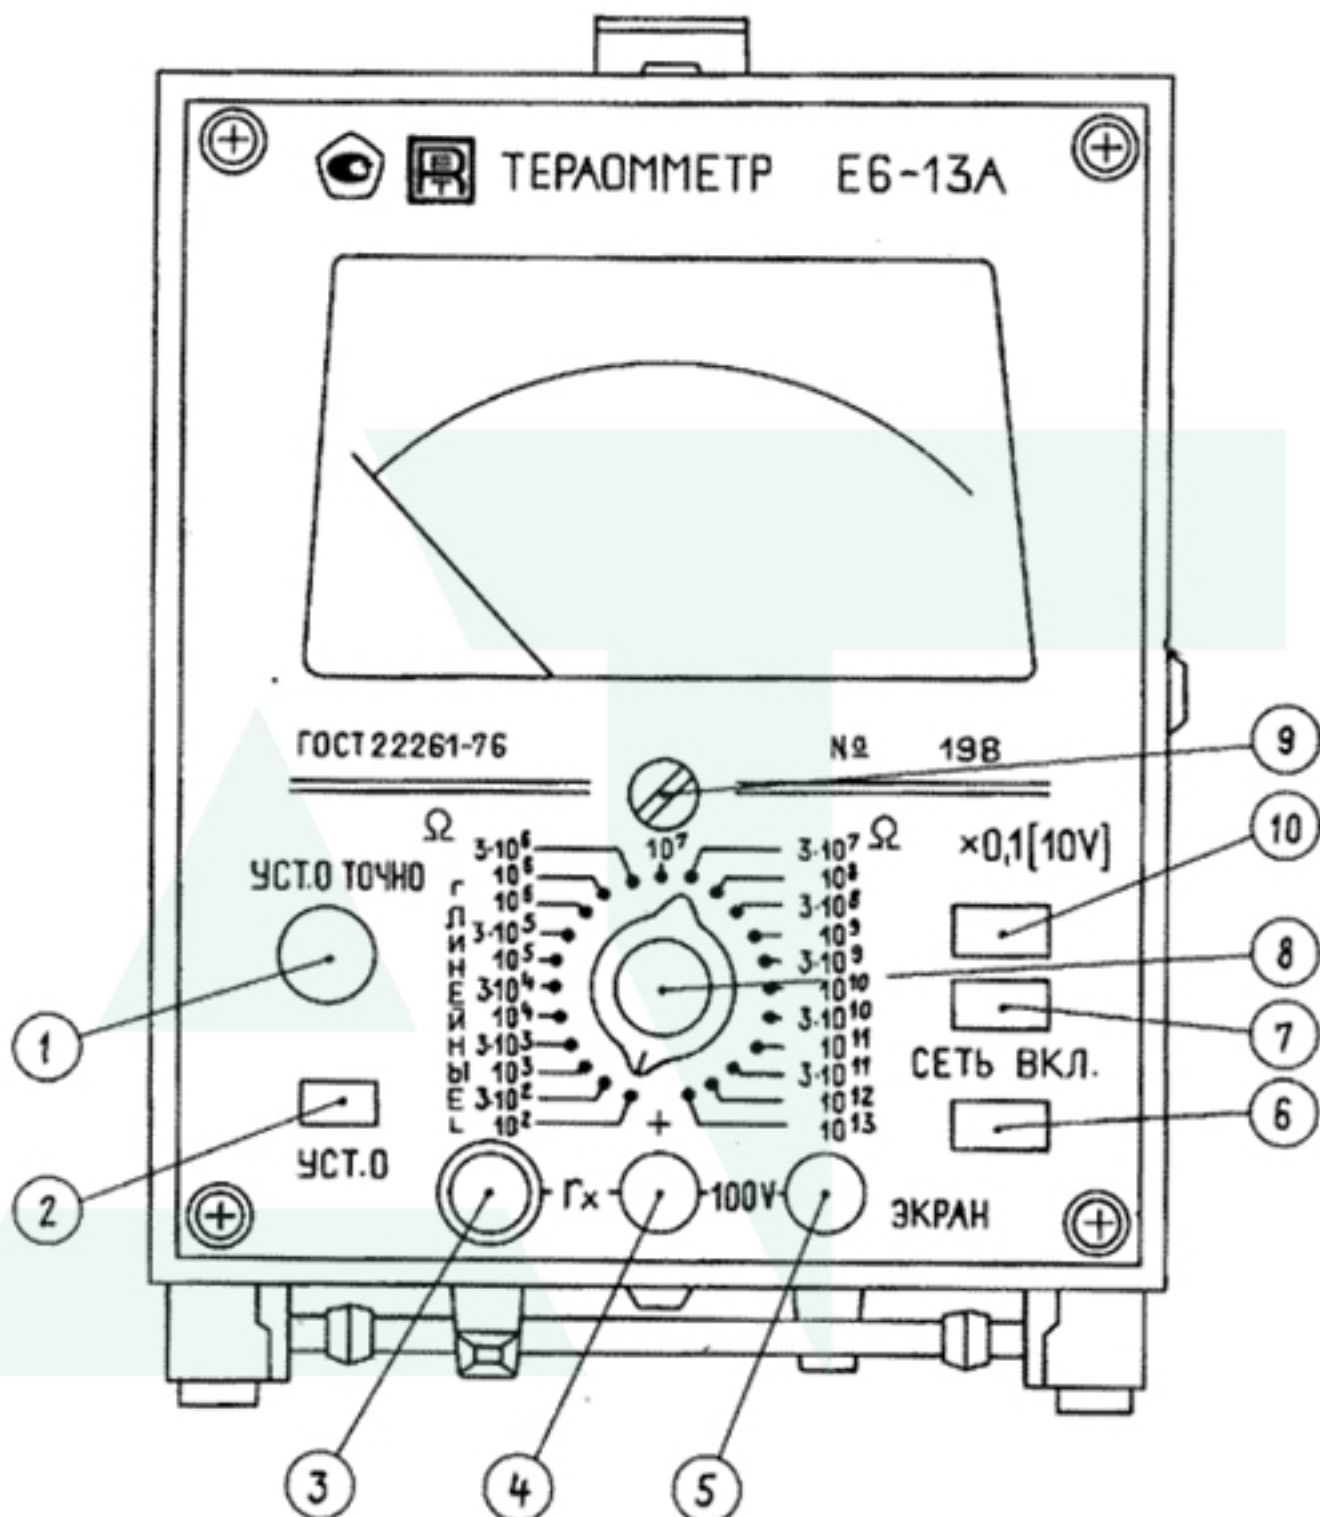

Рис.5. Вид прибора со стороны передней панели:
На передней панели прибора (рис.5) расположены: показывающий прибор; ручка переключателя поддиапазонов; ручка точной установки нуля УСТ.0 ТОЧНО; выключатель и индикаторная лампочка включения питания СЕТЬ ВКЛ.; входные гнезда; кнопка замыкателя входа УСТ.0; индикаторная лампочка включения измерительного напряжения 10 В, обозначенная  $\times 0,1$  (10V) (для обратно пропорциональных шкал). Показывающий прибор имеет циферблат с четырьмя шкалами (приложение I).
5.1. Маркирование передней и задней панелей приведено на рис.5 и 6.